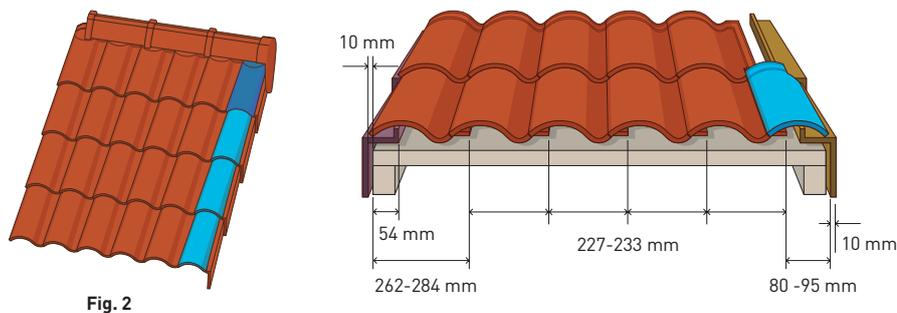
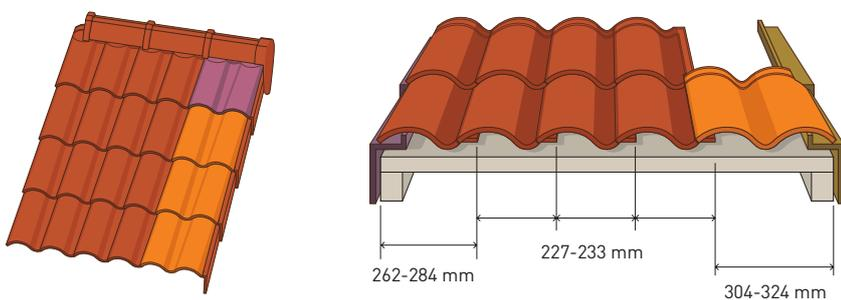

Fig. 2
Fig. 3
4. Al llegar a la parte derecha del faldón cerraremos sobre el remate lateral derecho con 1/2 Teja **(Q16)** **(fig.2)** o con Doble teja **(Q33)** **(fig.3)**.
5. Para la finalización del faldón en su encuentro con la cumbre, se recomienda utilizar la pieza Bajo Cumbre **(Q70)** **(fig.2)** y Doble Bajocumbra **(Q71)** **(fig.3)**, consiguiendo así una buena ventilación y una ejecución más rápida.